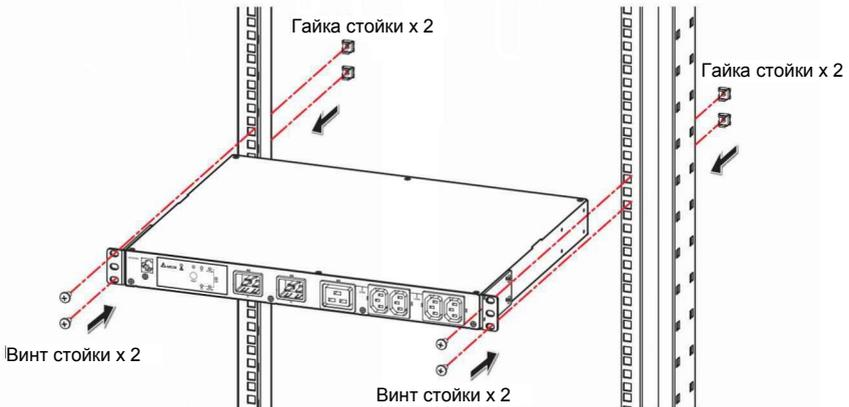

Рисунок 4-2.
- 2) Используйте 4 винта и 4 гайки стойки из комплекта поставки, чтобы закрепить STS на стойке. См. **Рисунок 4-2**.